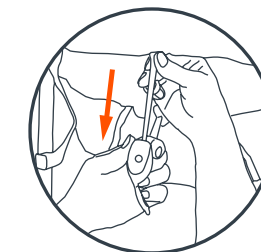
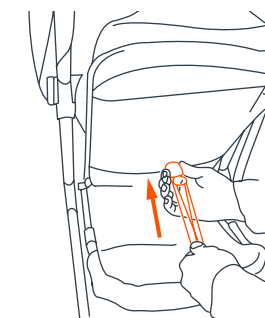

Fig. 18a
Fig. 18b
- 18)** • Le siège est inclinable à plusieurs positions, l'inclinaison est ajustée par une sangle et une boucle derrière le siège (Fig. 18a). Pour incliner le siège, desserrer la sangle et ajuster à l'inclinaison désirée (Fig. 18b). Pour placer le dossier du siège dans une position verticale, appuyer sur l'arrière du siège d'une main tout en tirant sur la sangle avec l'autre. La sangle se verrouille automatiquement.